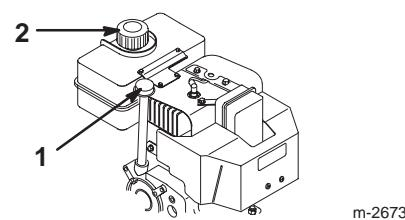

Figure 16
2. Nettoyez la surface autour de la jauge (Fig. 16).
3. Dévissez le bouchon et sortez la jauge (Fig. 16).
1. Nettoyez la surface autour du bouchon du réservoir de carburant (Fig. 16).